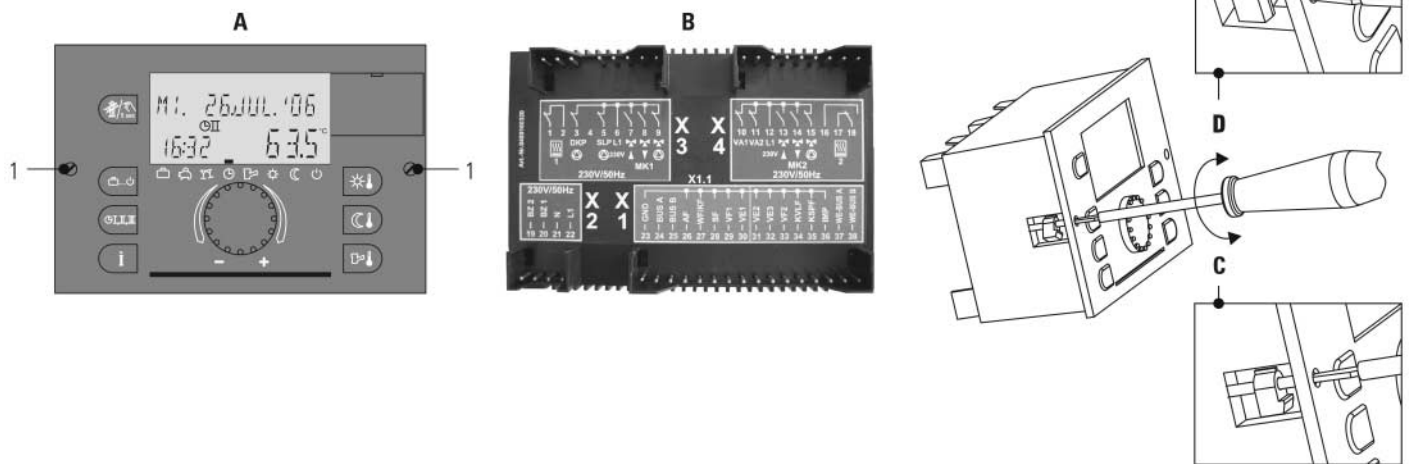

Bild 7.5: Zentralgerät THETA 23R aus-/einbauen
Die Zentralgeräte sind mit den beiden seitlichen Schnellklemmvorrichtungen (1) in den Gehäusen befestigt. Bei einem Gerätetausch müssen die Schrauben durch Drehen gegen den Uhrzeigersinn gelöst werden (Bild 7.5). Dann kann der Regler einfach aus dem Gehäuse herausgezogen werden – Eventuell zum Lösen aus den Stecksockeln mit einem flachen Schraubendreher vorsichtig unter den Rahmen der THETA hebeln.